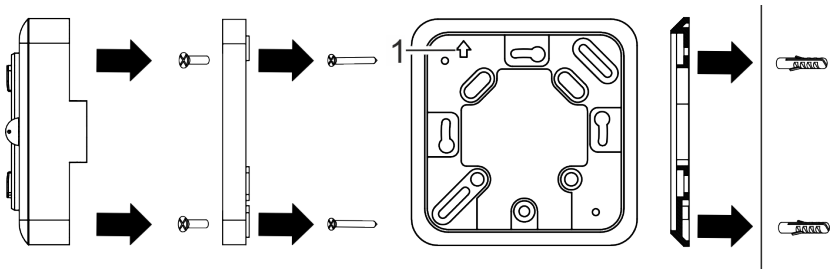

Fig. 6: Montaggio su scatola sotto intonaco e montaggio sopra intonaco
1. Montare la piastra di montaggio sulla scatola sotto intonaco con le viti (3,5 x 25 mm) (Fig. 6).
La freccia (Fig. 6/1) sulla piastra di montaggio dev'essere rivolta verso l'alto.
- Montare la base dell'alloggiamento dell'apparecchio sulla piastra di montaggio con le viti (3 x 6 mm) (Fig. 6).
4. Fissare la base dell'alloggiamento ai tasselli da parete con le viti (3,5 x 25 mm) (Fig. 6).